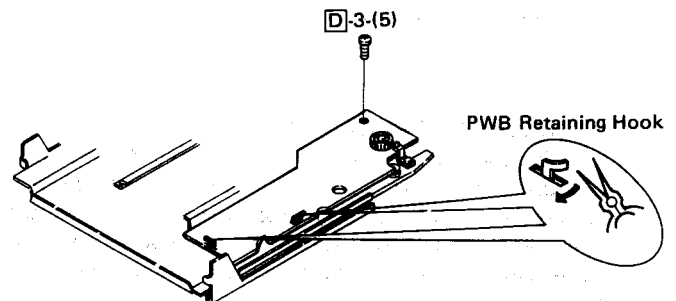

Figure 6-3
- (5) Remove one screw from the junction PWB, and straighten its hooking part by using a needle nose pinchers and take the junction PWB off. See Fig. 6-3.
(5) Eine Schraube von der Verbindungs-Leiterplatte entfernen, ihren Hakenteil mit einer kleinen Zange geraderichten und die Verbindungs-Leiterplatte abnehmen. Siehe Abb. 6-3.
(5) Déposer l'une vis de la PMI de jonction, redresser sa partie de crochetage en utilisant de petites pinces et déposer la PMI de jonction. Voir la Fig. 6-3.